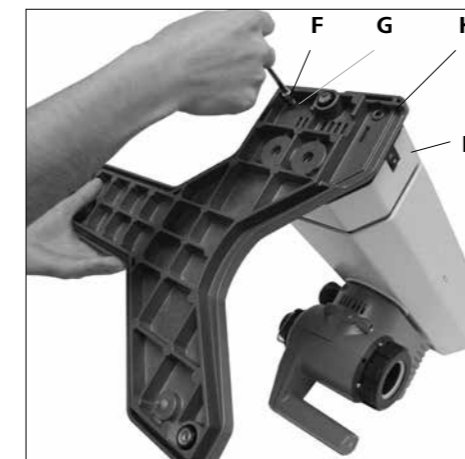

Fig. 7
#### 1.) Szerelje fel az alapzatot az emelőre. (Fig. 7)
- Rögzítse az alapzatot (H) 4 darab hengeres fejű csavarral M6x25 (F) és a 4 darab bordás alátéttel (G) az ábrának megfelelően az emelőre (I). (Fig. 7)